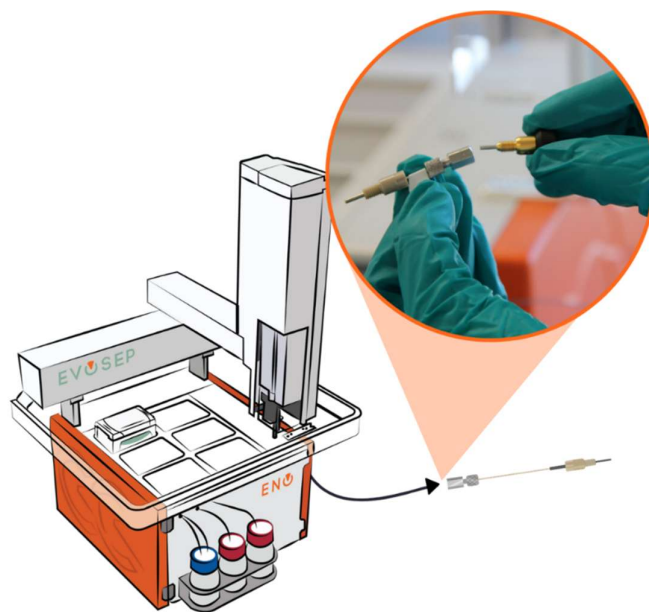

Figure 4.2 Schéma et image en médaillon de la connexion de la ligne de transfert Evosep Eno à la colonne.
1. Connectez la ligne de transfert Evosep Eno en la vissant à la main directement dans la colonne analytique (figure 4.2). Veillez à ne pas trop serrer. Les colonnes définies sont spécifiées pour toutes les méthodes standardisées Evosep Eno sur <https://www.evosep.com/columns-and-emitters/>.